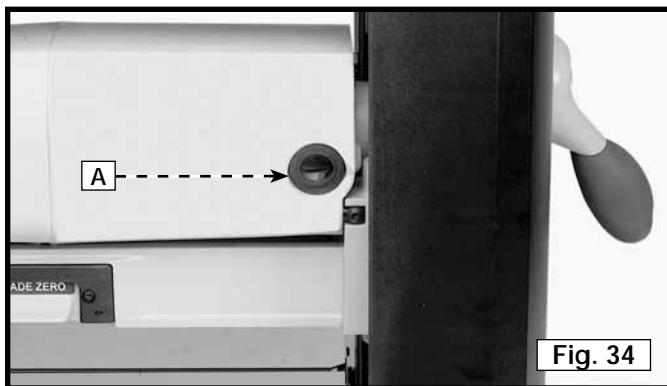
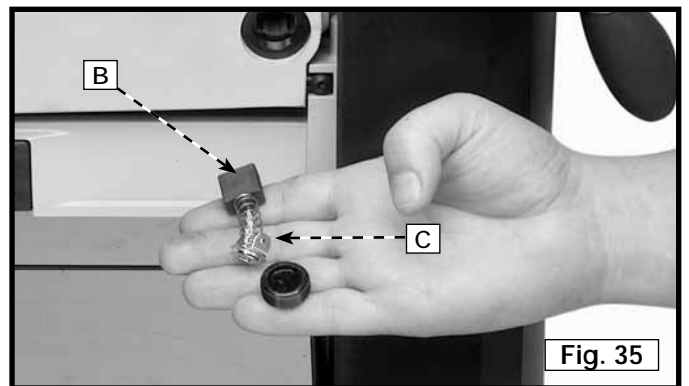

Fig. 34
Fig. 35
Los portaescobillas, uno de los cuales se muestra en (A), Fig. 34, están ubicados en la carcasa del motor, opuestos uno a otro. En la Fig. 35 se ilustra una de las escobillas quitadas para realizar una inspección. Cuando el carbono (B) de cualquiera de las dos escobillas está desgastado hasta 4,8 mm (3/16 de pulg.) de longitud, o si el resorte (C) o el hilo de derivación está quemado o dañado de alguna manera, reemplace ambas escobillas. Si se comprueba que las escobillas están en buenas condiciones de servicio después de quitarlas, vuelva a instalarlas en la misma posición en la que estaban antes de quitarlas.